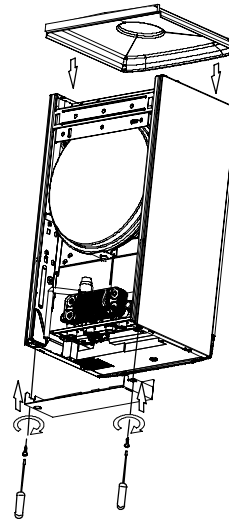

fig. 5.51
- 2 Utilizzare le viti posteriori che fissano i pannelli laterali della carrozzeria per fissare la protezione inferiore fig. 5.51 e bloccare la protezione superiore dopo aver fissato lo scarico fumi.